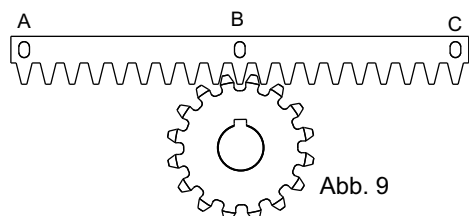
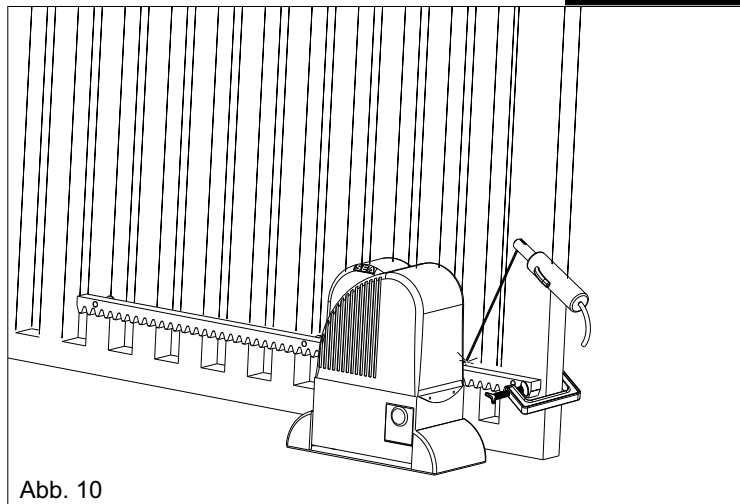

Abb. 9
Abb. 10
**6.3.** Das Zahnstangenglied an das Ritzel des Antriebs anlehnen, sodass es parallel zum Bodengleis des Tores steht und wie in Abb. 9 positionieren. Anschließend die Hauptklinke B an das Torgerüst mit einem elektrischen Schweißbrenner anschweißen (Abb. 10). Die Klinke C durch manuelle Verschiebung des Tores auf Höhe des Ritzels bringen und anschweißen. Nach Verlegung der Klinke A auf Ritzelhöhe, den gleichen Vorgang wiederholen;